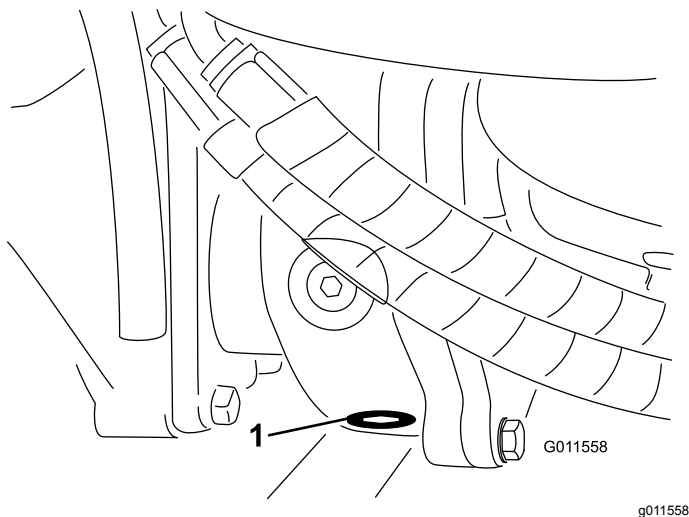

Figura 92
5. Pulite l'area circostante il tappo di spurgo sul fondo della scatola degli ingranaggi (Figura 92).